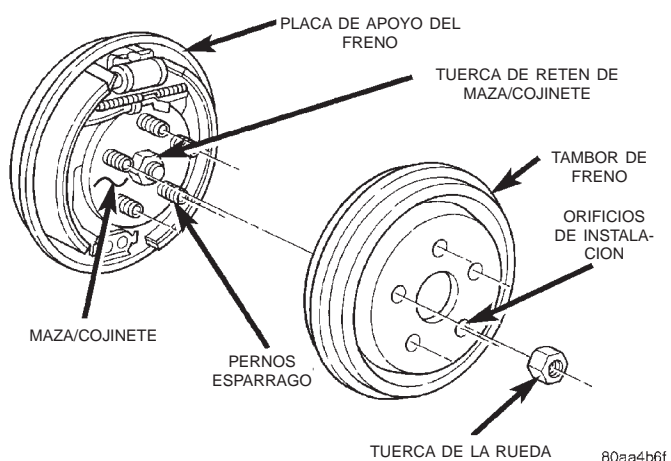

Fig. 82 Desmontaje/Instalación del tambor de freno
(4) Retire el tambor de freno de la maza/cojinete (Fig. 82).